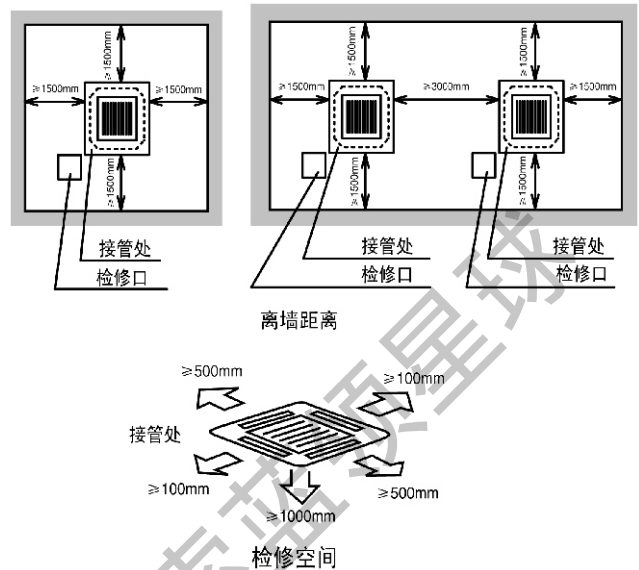

图5.1 室内机周围距离
- 将室内机安装在易于操作及维护的空间位置。如图5.1所示。